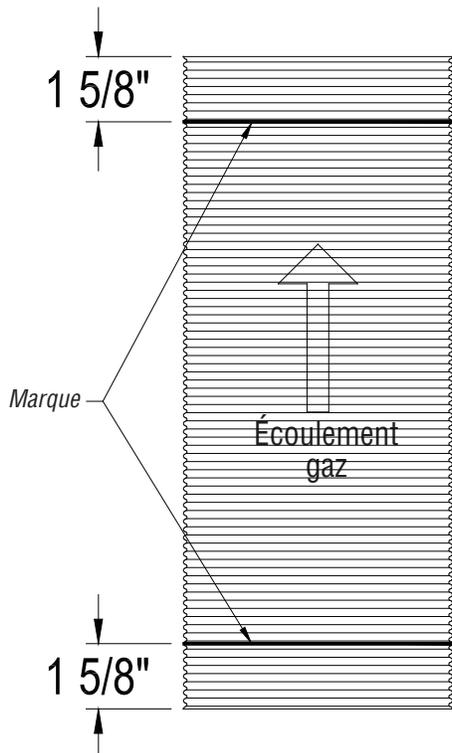

Figure 15 - Marque
1.1. Si la longueur flexible doit être coupée lors de l'installation, elle doit être coupée le plus droit possible, perpendiculairement à l'axe de la longueur flexible. Faire une marque avec un marqueur à 1 5/8" de chaque extrémité de la longueur flexible. Ces marques serviront de référence afin de s'assurer que le conduit flexible est bien inséré dans son adaptateur (Figure 15).